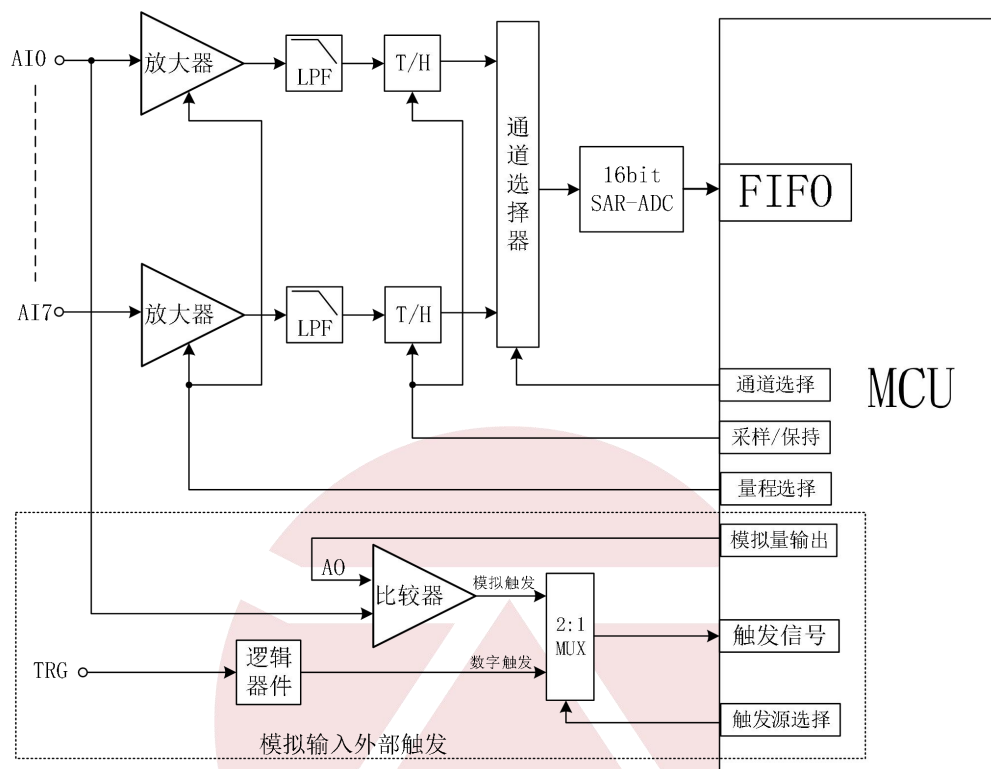

图 4. DAQ-USB4010 系列采集卡模拟量输入 ADC 模块功能框图
DAQ-USB4010 系列数据采集卡的模拟量输入部分原理框图，如图 4 所示，模拟量输入部分主要由模拟输入采集和外触发两大部分组成。模拟输入采集包括放大器、低通滤波器、采样保持电路、通道选择器、SAR-ADC、和 FIFO 等部分组成，数据采集时所有通道进入采样模式，采样时间结束后进入保持模式，接着 SAR-ADC 依次对 AI0~AI7 进行逐通道转换，转换完的数据保持在 MCU 的 FIFO 中。模拟输入量程支持  $\pm 5V$  和  $\pm 10V$  两种，所有通道的量程相同。
**模拟触发源**为 AI0 通道信号，模拟量输出模块 AO 的输出电压为模拟触发门限，见上图 4 的虚线部分，AI0 和 AO 进比较器后产生模拟触发信号；**数字触发源**为采集卡的 TRG 引脚，TRG 信号经逻辑器件缓冲后产生数字触发信号；模拟触发信号和数字触发信号经过数据选择选择器进入 MCU。